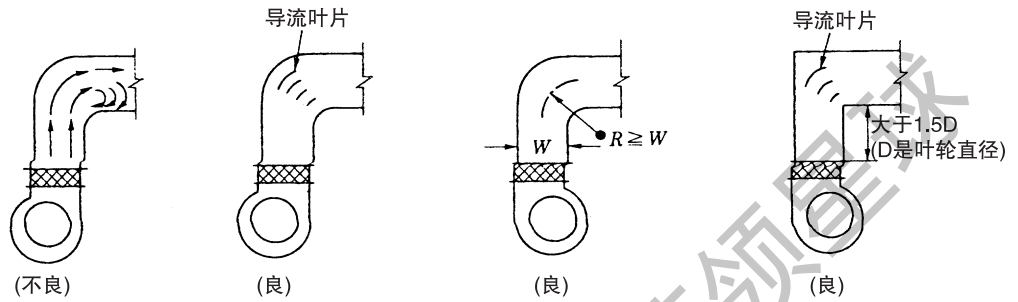

图 1.6 风机排出风管的布置方法
(1)紧挨着风机的排出口的弯曲部分的方向，尽量不要与风机的旋转方向相反。不得已要使方向相反的情况下，如图 1.6 设置导流叶片，减少风管的局部阻力和噪音量。
(2)紧挨着风机的排出口的弯曲部分，如图 1.6 到弯曲部分的距离要大于叶片直径的 1.5 倍，并避免骤然弯曲。